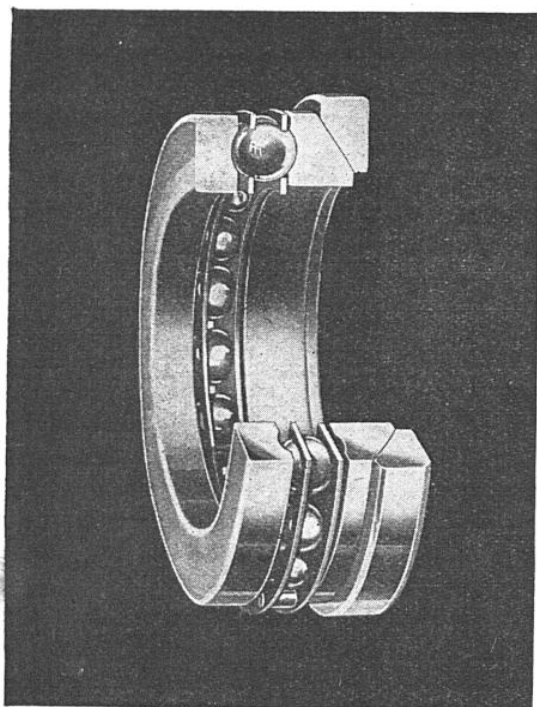

FIG. 5. — BUTÉE A BILLES
*Ce roulement à rouleaux coniques, empêchant tout déplacement latéral, sert également de butée. Les rouleaux jouent à la fois le rôle des rouleaux ordinaires et celui des billes de la figure 5.*